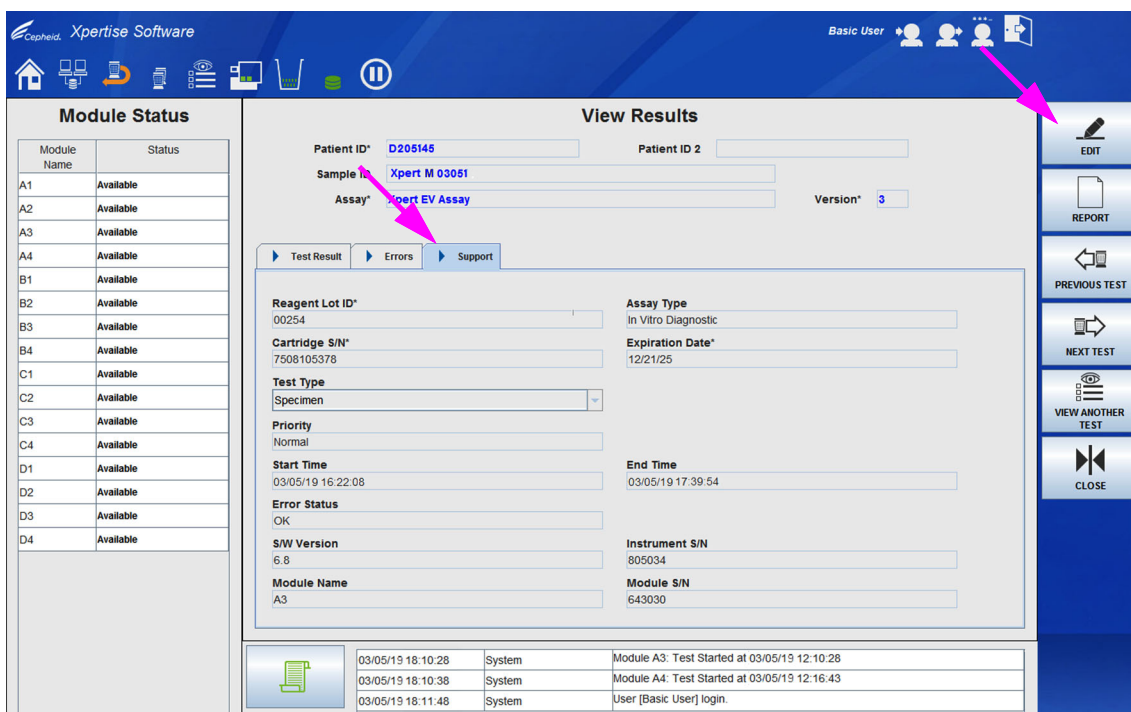

図 5-66. 結果の表示ワークスペース – サポートタブ (基本ユーザ表示)
結果の表示 (View Results) ワークスペースのサポート (Support) タブには、テストに関する追加情報が表示されます。図 5-66 を参照。
サポート (Support) タブには、以下の追加テスト情報が表示されます。図 5-66 を参照。
1. **編集 (EDIT)** ボタンを選択して、ワークスペースを有効にします。図 5-66 を参照。